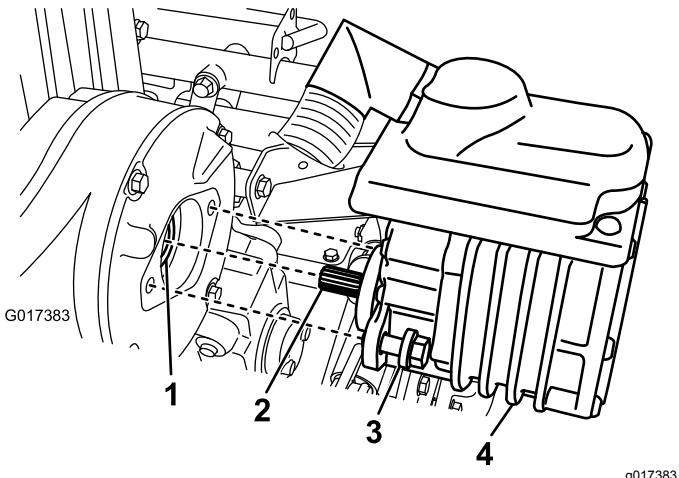

Figura 40
2. Retire los 2 pernos que fijan el motor al alojamiento de la transmisión (Figura 40).
4. Bombee grasa 1 o 2 veces con una pistola de grasa en el acoplamiento hembra del alojamiento de la transmisión (Figura 40).